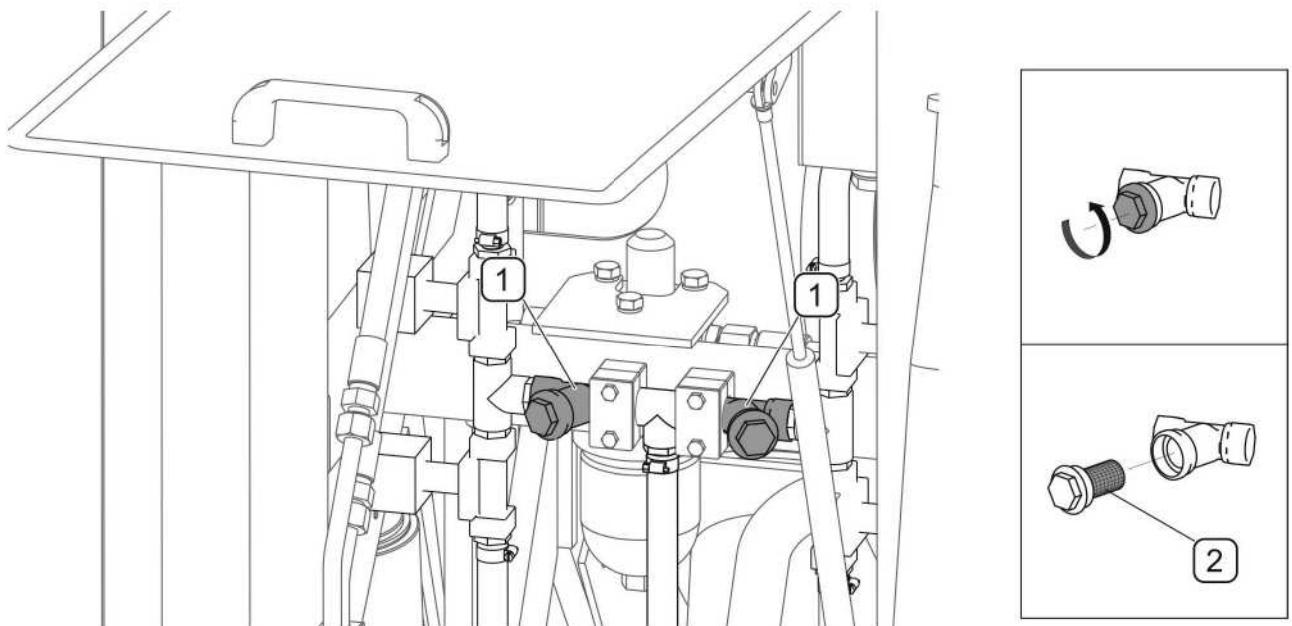

РИСУНОК 5.23А Очистка водяных фильтров
В системе поливки имеются два водяных фильтра (РИСУНОК 5.23А), которые очищают воду от механических загрязнений. Для того, чтобы очистить фильтры (1), нужно отвинтить пробку и извлечь сетчатый вкладыш (2), а затем промыть его под струей воды или продуть сжатым воздухом. Вложите вкладыш на место, завинтите пробку и проверьте ее герметичность.